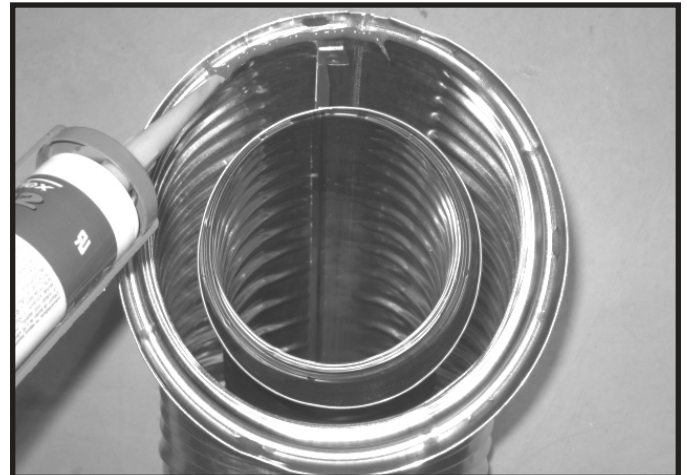

Figure 7.1 Scellant silicone à haute température
Voir la Figure 7.1 **OU**
- Appliquez une bande de silicone (procurant un degré minimum d'exposition continue de 150 °C (300 °F)) dans le joint femelle du conduit extérieur avant de relier les sections. Voir la Figure 7.1.